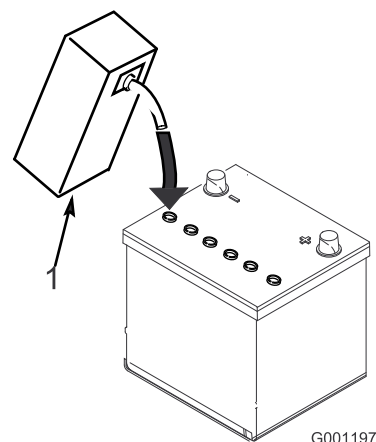

Figure 22
2. Versez de l'électrolyte avec précaution dans chaque élément jusqu'à ce que les plaques soient recouvertes d'environ 6 mm de liquide (Figure 22).
3. Attendez environ 20 à 30 minutes pour que les plaques aient le temps de s'imprégner d'électrolyte. Faites l'appoint au besoin pour faire monter le niveau de liquide à environ 6 mm en dessous du creux de remplissage (Figure 22).